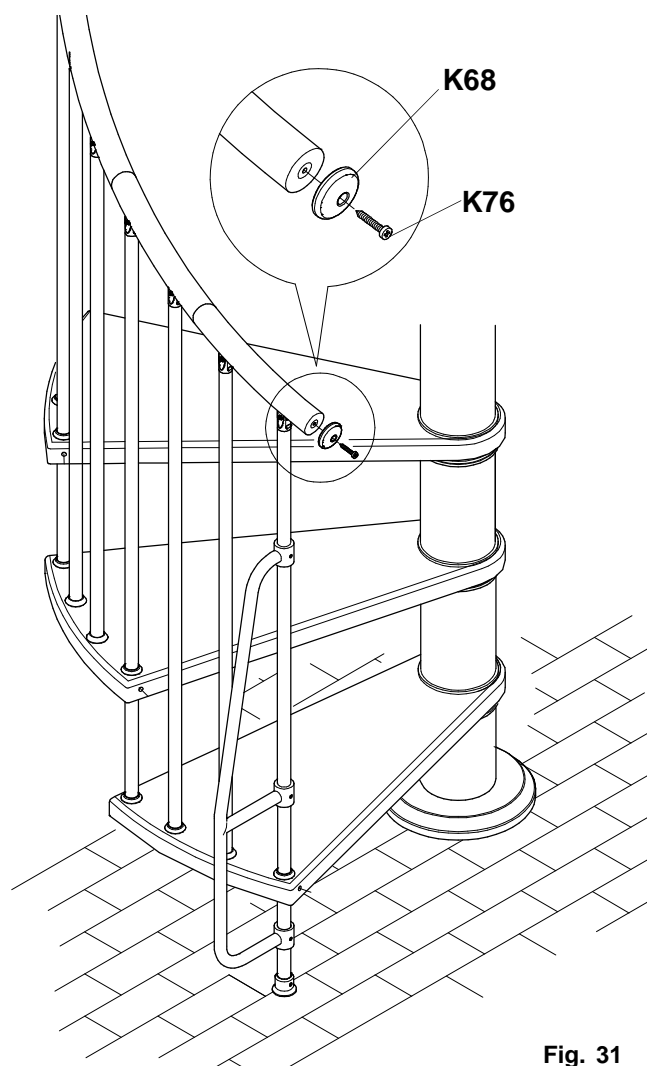

Fig. 31
- Monter le cache **K68** en le bloquant avec la vis **K76** fig. 31.